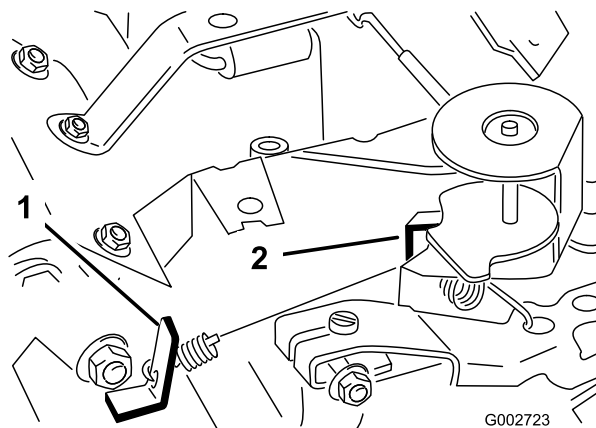

Рисунок 39
- Отогните язычок пружинодержателя управляемой частоты холостого хода (Рисунок 39) так, чтобы получить 1725 ± 50 об/мин.
- Отогните язычок пружинодержателя высокой частоты (Рисунок 39) так, чтобы получить высокую частоту 3400 ± 50 об/мин.